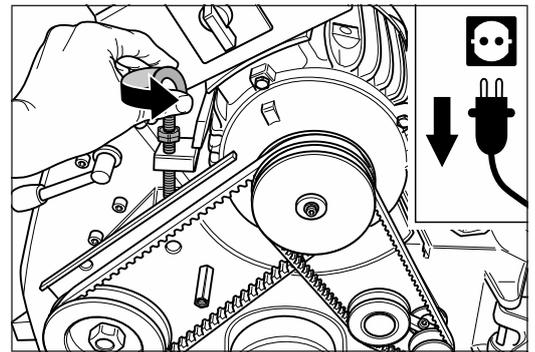

Abb. 65 Die Spanschraube gegen den Uhrzeigersinn drehen. Dadurch werden die Keilriemen entspannt.
- 5 Drehen Sie die Spanschraube am Motor gegen den Uhrzeigersinn (Abb. 65). Dadurch werden die Keilriemen entspannt.